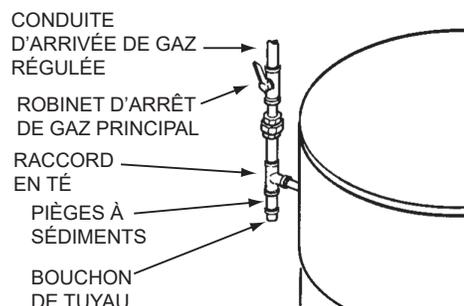

Figure 58. Installation de la conduite d'arrivée de gaz
S'assurer que tout le tuyau de gaz est propre à l'intérieur avant l'installation. Pour piéger toutes les saletés ou matières étrangères présentes dans la conduite d'arrivée de gaz, un piège à sédiments devra être installé, comme illustré à la **Figure 58**. Le piège à sédiments doit être facilement accessible et ne pas être exposé au gel. Installer conformément aux recommandations de la compagnie du gaz locale.
7. Installer un piège à sédiments comme illustré à la **Figure 58** (page 49).
8. Installer un robinet d'arrêt de gaz principal sur la conduite d'arrivée de gaz comme illustré à la **Figure 58** (page 49).
1. Pour les pressions d'essais supérieures à 3,45 kPa (0,5 psi), débrancher le chauffe-eau et son robinet d'arrêt de gaz principal du système de tuyauterie d'alimentation en gaz pendant les contrôles. Voir **Figure 58** (page 49). La conduite d'arrivée de gaz doit être bouchée lorsqu'elle est débranchée du chauffe-eau.